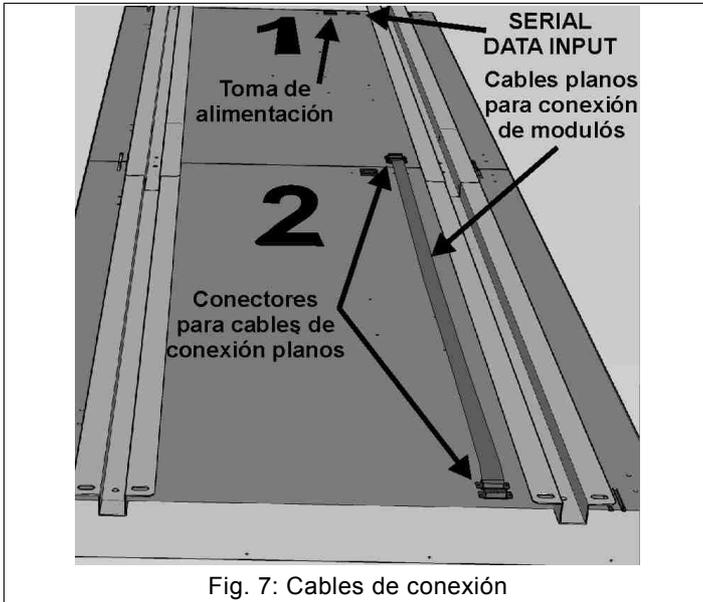
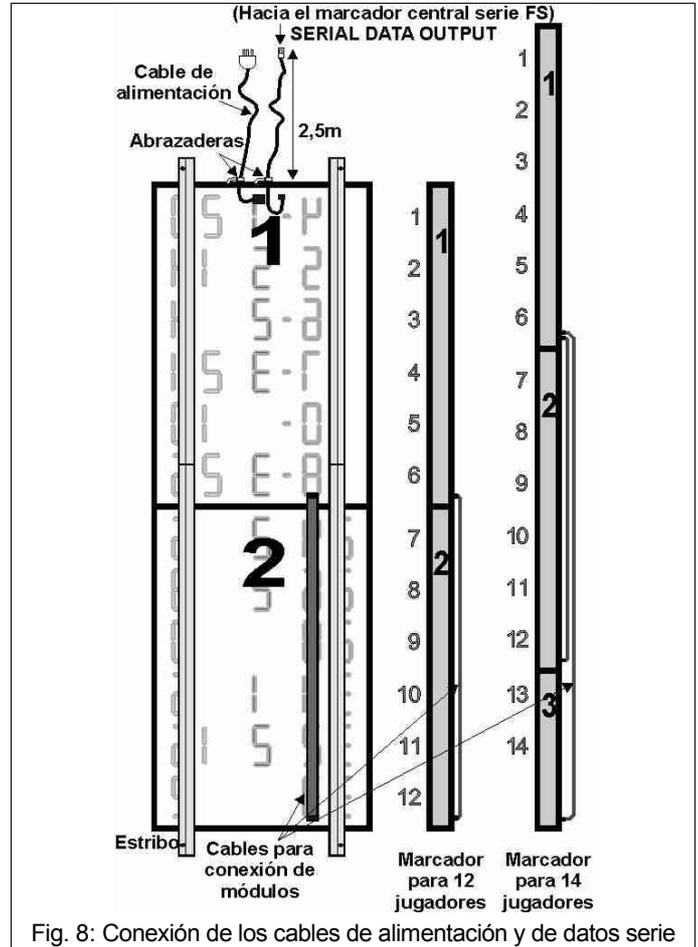

Fig. 7: Cables de conexión
Fig. 8: Conexión de los cables de alimentación y de datos serie
Después de ensamblar los módulos de un marcador con los estribos de montaje, pueden ser conectados eléctricamente. Los módulos del marcador llevan detrás los conectores siguientes (Fig. 7):
1. Conecte el módulo de arriba a los otros módulos del marcador (Fig. 7, Fig. 8) usando los cables planos.
2. Enchufe el cable de alimentación en la toma correspondiente; sujete el otro extremo del cable en la parte alta del marcador (Fig. 8) con una abrazadera. Con esto se pretende facilitar el acceso del enchufe fijándolo encima del marcador después de haber instalado éste último en la pared.
3. Con cada marcador de faltas-tanteos se suministra un cable de 3 m, que debe ser enchufado en el conector "SERIAL DATA INPUT"; deje unos 2,5 m de cable libre para sujetarlo encima del marcador con la abrazadera (Fig. 8). Esto facilita la conexión del cable serie de transmisión de datos después de colgar el marcador en la pared.